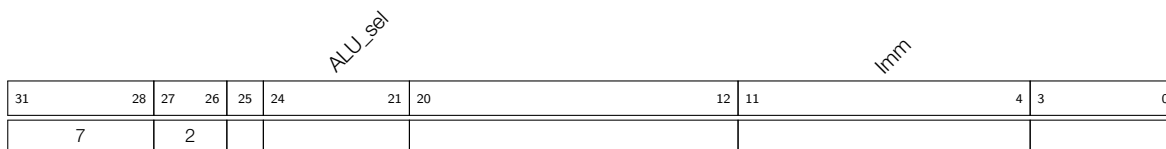

图 2-9. 指令类型 - 对阶段计数器寄存器的 ALU 运算
如图 2-9 所示，当指令 [27:26] 位设置为 2 时，ALU 将对 8 位寄存器 Stage\_cnt 进行递增、递减或重置操作，运算类型取决于指令的 ALU\_sel[24:21] 位，具体设置方式见表 2-9。Stage\_cnt 是一个独立的寄存器，并不是图 2-9 所示指令的一部分。
**Operand 描述** - 见图 2-9